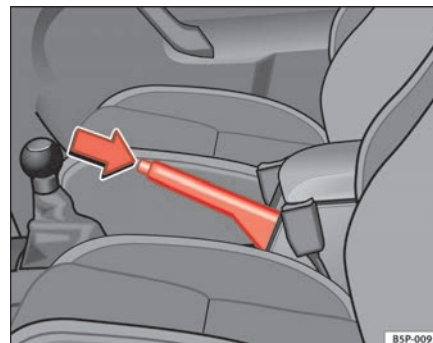

Fig. 146 Freno de mano entre los asientos delanteros
- Tire con fuerza de la palanca del freno de mano hacia arriba ⇒ fig. 146.
- Tire ligeramente de la palanca hacia arriba, presione el botón de desbloqueo en la dirección de la flecha ⇒ fig. 146 y baje completamente la palanca. ⇒